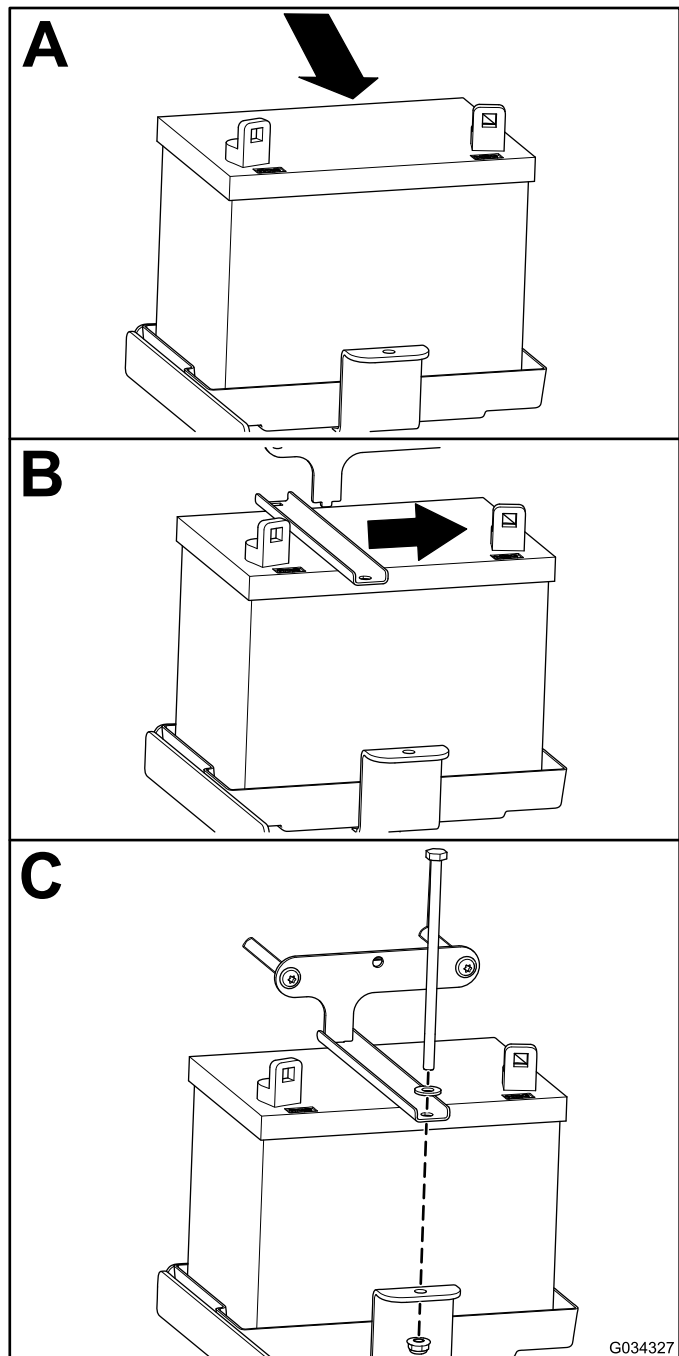

Figura 46
1. Instale la batería, tal y como se muestra en Figura 46.